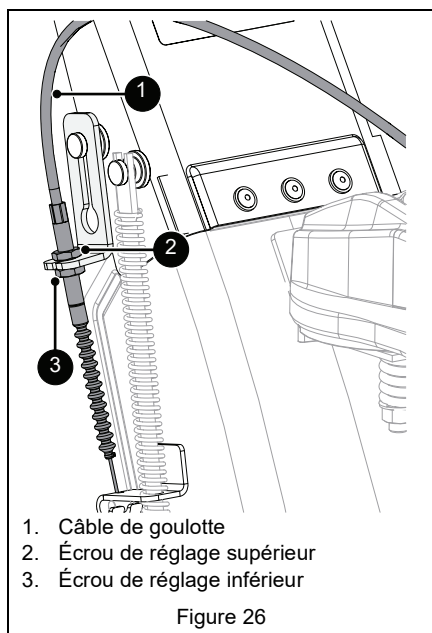

Figure 26
2. Régler les écrous sur le câble de goulotte. Voir Figure 26.